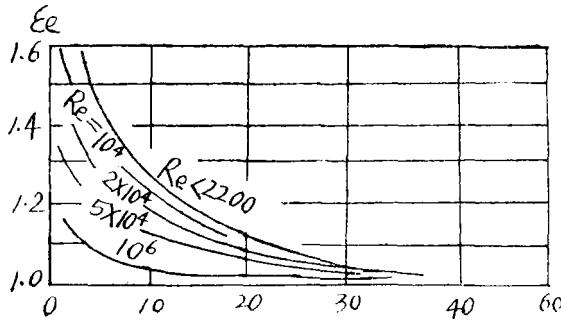

图 1-5
当管长 L 小于 $50d$ 时, 按式(1-10)计算的 α 应乘上长度校正系数 ϵ_c (由图 1-5 查之)。
3. 定性温度取流体的平均温度 $t_{\text{流}}$, 但其中的 $\mu_{\text{壁}}$ 则以壁温为准 (壁温下的动粘度)。对于长度小于 $50d$ 的短管, 按式(1-12)计算的 α 应乘上修正系数 ϵ_c (仍在图 1-5 中查之)。